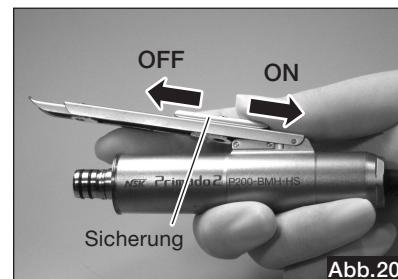

Abb.20
- Halten Sie den Handschalter fest und stellen Sie die Sicherung auf ON (EIN) (Abb. 20).